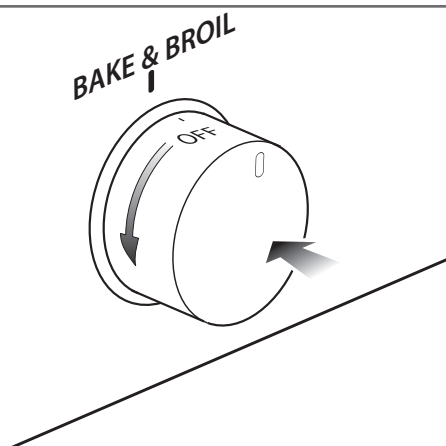

Fig. 3.3 Bouton de commande du four
- 2) Appuyez complètement sur le bouton de commande du four (les électrodes d'allumage commencent à faire des étincelles), et tournez-le dans le sens antihoraire (fig. 3.3), jusqu'à la position maximale 8.